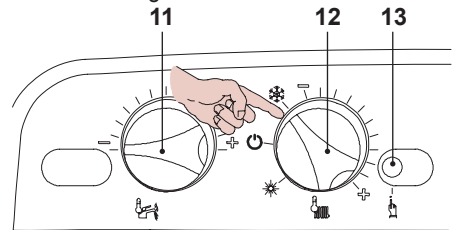
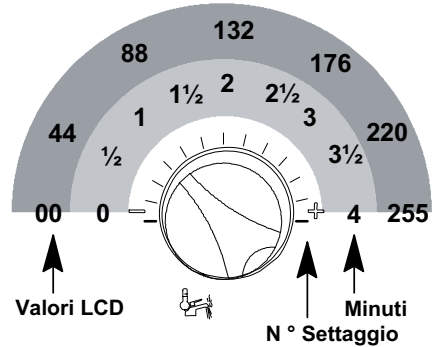

Fig. 5.47
Fig. 5.51
- Prima di alimentare elettricamente la caldaia posizionare le manopole 11 e 12 come indicato in Fig. 5.47.
- Per settare il tempo di postcircolazione della pompa bisogna entrare nella programmazione premendo per 15 secondi il pulsante di ripristino 13, in Fig. 5.47 fino alla comparsa del parametro **P01** sul display LCD; sul display LCD compare la seguente visualizzazione (la sequenza **P01** si alterna ---).
- Premere il pulsante di ripristino 13 in Fig. 5.47 per lo scorrimento dei vari parametri sino al raggiungimento del parametro **P11** valido per il settaggio postcircolazione della pompa; sul display LCD compare la seguente visualizzazione (la sequenza **P11** si alterna 44).
Per cambiare il settaggio ruotare la manopola di regolazione temperatura sanitari 11 in Fig. 5.47 e posizionarla sul tempo prescelto Fig. 5.51.
Il passo del settaggio della manopola 11 Fig. 5.51 corrisponde a un valore letto sul display LCD di circa 44 (40 secondi) e questo valore può essere variato fino a circa 255 (4 minuti); nell'LCD la sequenza **P11** si alterna con 60.